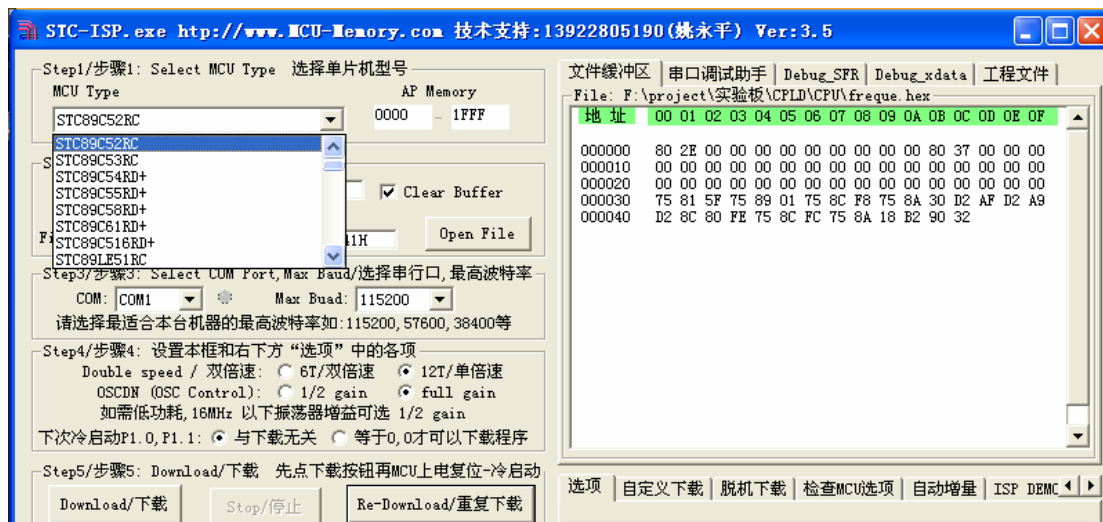

图 13 选择所用单片机型号
以上操作也可以通过工具栏按钮直接进行。图 13 是有关编译、设置的工具栏按钮，从左到右分别是：编译、编译连接、全部重建、停止编译和对工程进行设置。
1、第一步是选择所用的单片机，这里我们选用 STC89C52RC，如图 13 所示。如果使用的是其他型号的单片机，可以根据所用单片机型号来选择。